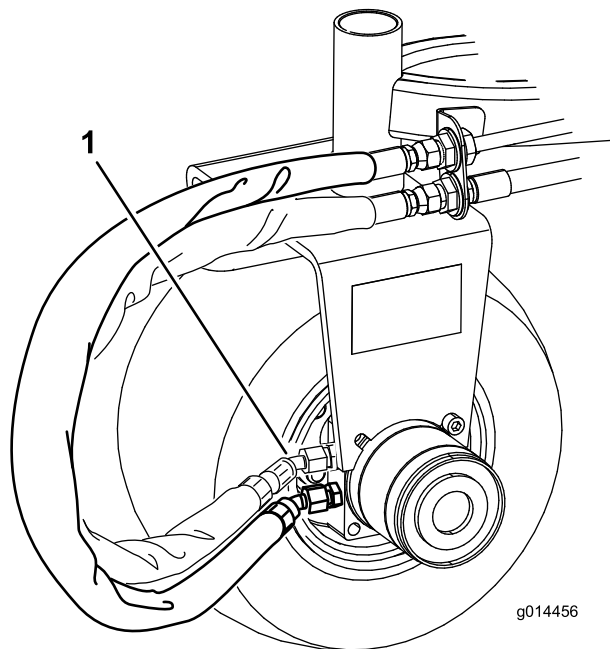

図 8
**注** 下側のホースの端部が水平になるように取り付けてください。図 8を参照してください。